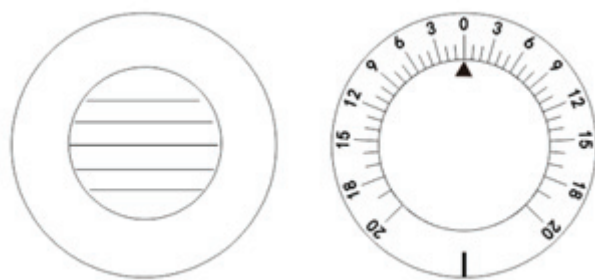
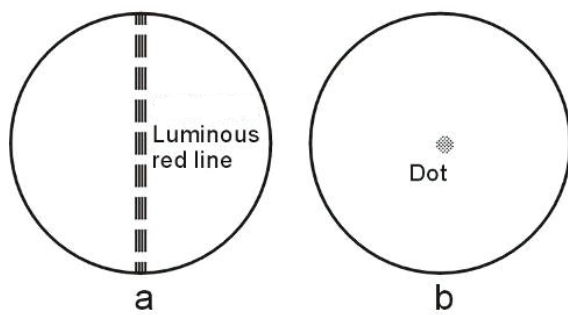
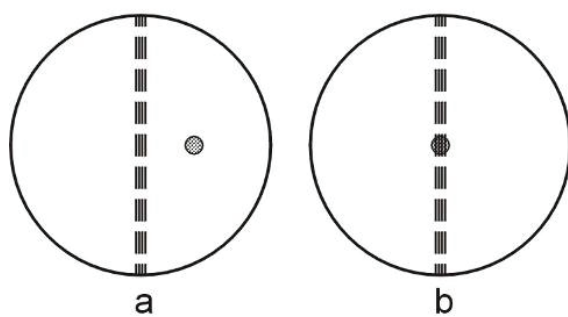
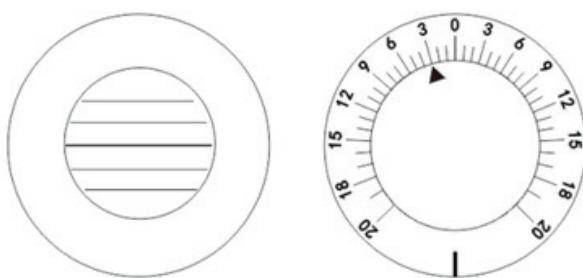

Figura 44
Figura 45
Figura 46
Figura 47
una. Primero realice una medición de foria horizontal. Proceda de acuerdo con (1) método de prisma giratorio descrito en 6.8.5 Prueba de equilibrio binocular. Gire la perilla de rotación de la lente auxiliar ② y coloque el ojo derecho en MRRH (figura 44). Gire la perilla de rotación del prisma ① con su ajuste 0 en el símbolo del triángulo mirando hacia el ojo izquierdo. Encienda una pequeña luz de fijación en la posición donde se proyecta el gráfico. Ahora el ojo derecho de Testee puede ver una línea vertical roja (vea la figura 45 a) y su ojo izquierdo puede ver un punto de luz (vea la figura 45 b). Probablemente sean (a) o (b) de la figura 46. El punto de luz también se moverá cuando la perilla de rotación del prisma ① se gira. Luego pídale al paciente que diga cuándo ve la imagen que se muestra en la figura 46 b. El resultado de la prueba se muestra en la figura 47. La escala de rotación del prisma se muestra como 2. El resultado de  $2\Delta$  (base hacia adentro) representa una inclinación de  $2\Delta$  hacia afuera.